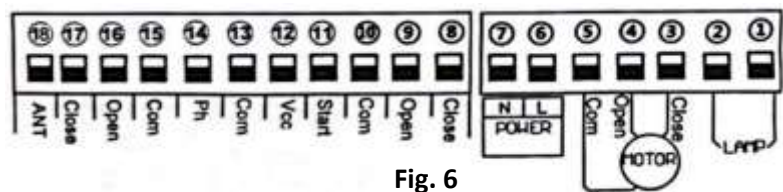

Fig. 6
6. Diagrama de instalación de los componentes eléctricos (Fig. 6)